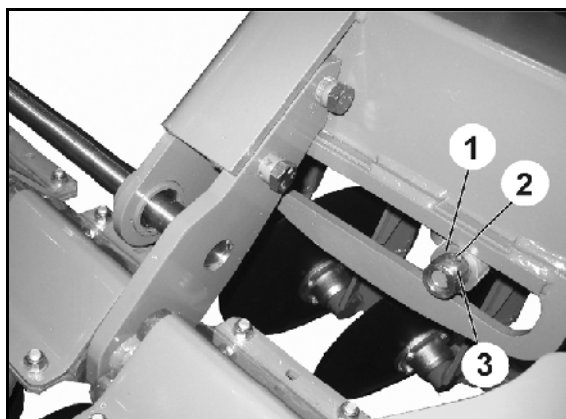

Fig. 55
Ved utskiftning av rullen (Fig. 55/1) må maskinen være foldet ut og stå slik at rullen ikke er i spenning.
1. Løsne skruforbindelsen (Fig. 55/2).
2. Trekk av hylsen (Fig. 55/3).